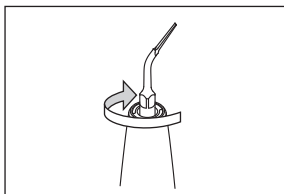

Fig. 1
- 1) Atornille primero con fuerza la punta a mano en la pieza de mano hasta que esté apretada (Fig. 1).